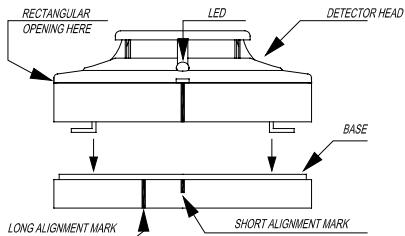

Fig.2 Mating detector head onto base
- Aliniati detectorul si soclul conform fig 2